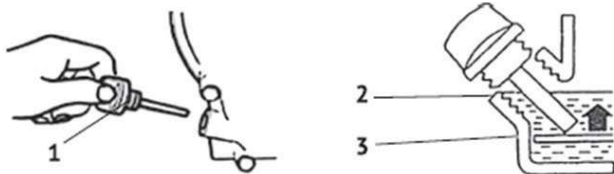

Рис. 4
2. Выключатель зажигания (рис.4) поставить в положение - “OFF” (выкл.).